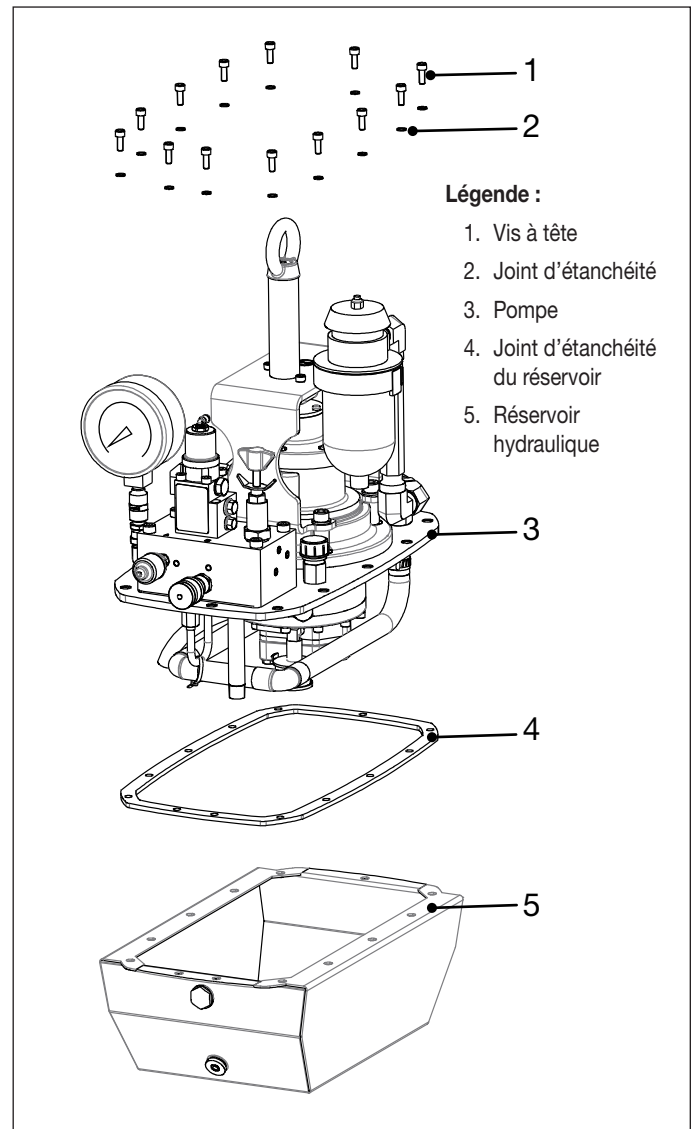

Figure 18 : Pompe et réservoir hydraulique
11. Raccordez l'appareil de levage et la chaîne à l'anneau de levage. Soulevez délicatement la pompe pour la sortir dans son intégralité du réservoir hydraulique. Reportez-vous à la Figure 18.
16. Inspectez le joint d'étanchéité du réservoir. Remplacez le joint d'étanchéité par un neuf s'il est usé ou endommagé. Reportez-vous à la Figure 18.
17. Une fois le nettoyage terminé, réassemblez la pompe sur le réservoir hydraulique en suivant les étapes 8 et 11 de cette procédure dans l'ordre inverse. Appliquez du produit d'étanchéité Loctite 243 sur tous les boulons de montage du couvercle et serrez-les selon une valeur comprise entre 6,8 et 8,5 Nm [60 et 75 lb-in]. Reportez-vous à la Figure 18.